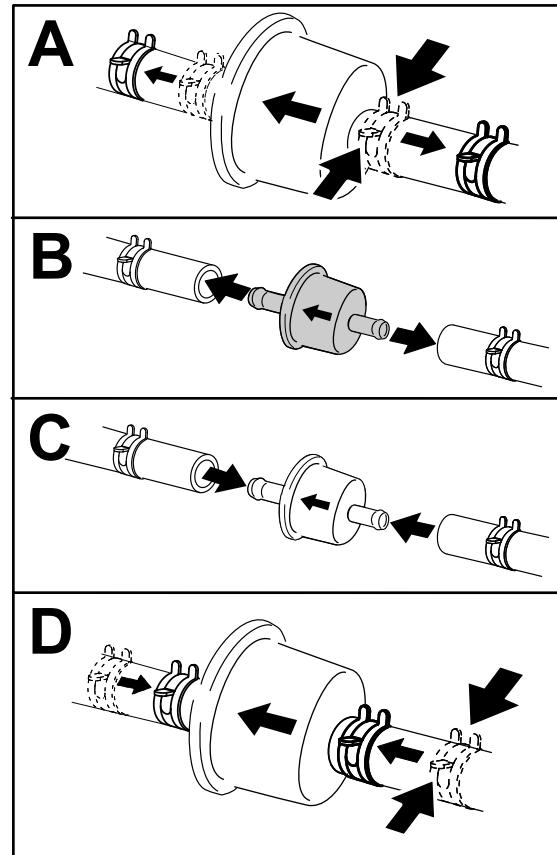

Figure 47
3. Remplacez le filtre (Figure 47).